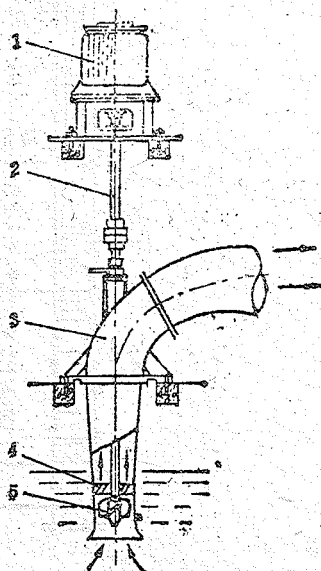

图6 轴流泵工作示意图
**轴流泵：**这种泵是利用叶轮旋转时产生的推力来抽水的，按泵轴安装的方式不同，可分为立式、卧式、斜式。轴流泵的特点是流量大，扬程低。大多数轴流泵的叶片安装角度可以改变，使其性能发生变化，适用范围较大，使用效率较高。它适于大中型扬水站安装选用。轴流泵由叶轮、泵轴、导叶和出水管等部分组成，其工作见图6。